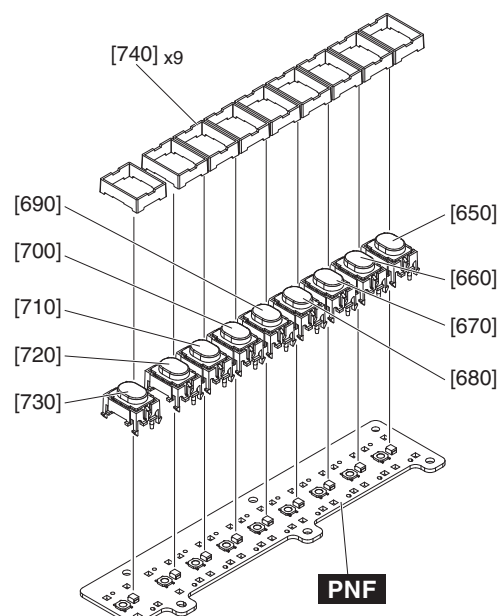

Fig. 25 (図25)
- * **The parts on the table in Fig. 25 are not included in the PNF circuit board components. When replacing the PNF circuit board, remove the parts from the PNF circuit board, and install it on the new circuit board.**
- ※ 図 25 の表にある部品は PNF シートの構成部品ではありません。PNF シートを交換する際には、PNF シートから取り外して、新しいシートに取り付けてください。